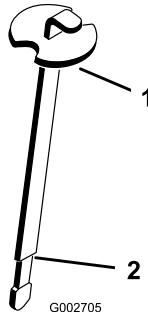

Figura 16
- Retire a vareta do tubo de enchimento e limpe-a com um pano limpo. Introduza a vareta no tubo de enchimento, retire-a e verifique o nível de fluido. O nível de fluido deve situar-se até à marca (área assinalada) da vareta (Figura 16).